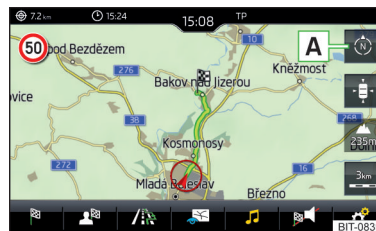

Fig. 183
► Per la **modifica dell'orientamento della cartina** toccare nel menu principale *Navigazione* il tasto funzione  **A** » fig. 183.